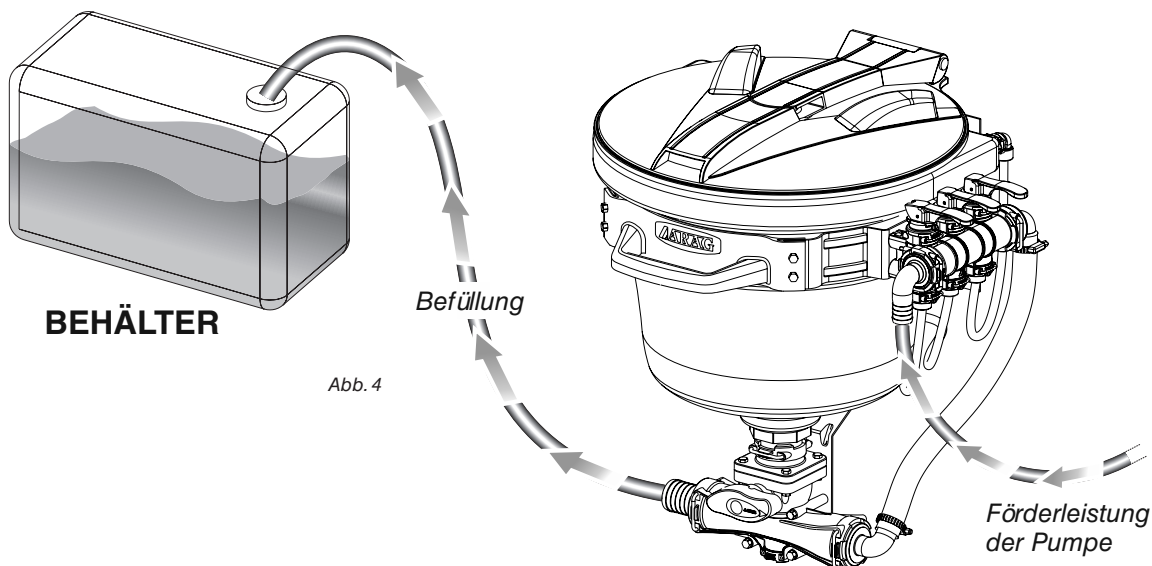

Abb. 4
Die Pumpe einschalten und gleichzeitig den Fluss zur Druckseite des Mixers ausrichten (Abb. 4); dabei sind die in den Düsentabellen (Tab. 2a ÷ 2d) angegebenen Durchfluss- und Druckwerte einzuhalten.
Müssen große Mengen des chemischen Wirkstoffs in den Mixer gefüllt werden, kann das Produkt bei offen stehendem Deckel direkt während der Entladephase, bei offenem Ventil (gelber Hebel C) und offenem Mixerventil (Abb. 4) bis zur vollständigen Umfüllung in den Behälter in den Mixer gegeben werden.
**Das Kugelventil auf der unteren Seite des Mixers öffnen (Abb. 4):** auf diese Weise wird das Innere des Mixers mit dem Befüllungskreislauf des Hauptbehälters in Verbindung gesetzt.